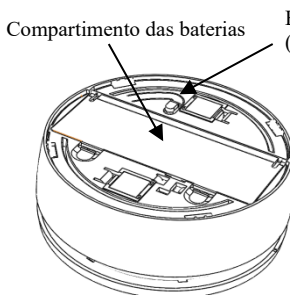

Figura 7
3. Envie uma mensagem de atribuição pressionando o contato anti violação (*ver Figura 7*) por pelo menos 3 segundos (ou conecte o detetor ao suporte) até que o recetor do sistema indique que detetou a mensagem.